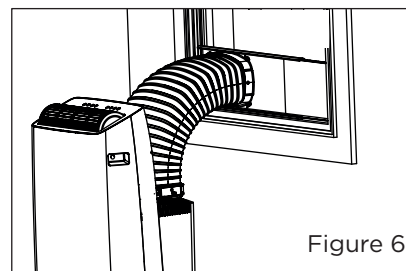

Figure 6
5. Fixez le tuyau au panneau coulissant de la fenêtre en insérant l'extrémité du tuyau dans l'ouverture du panneau coulissant. (Voir la Figure 6)